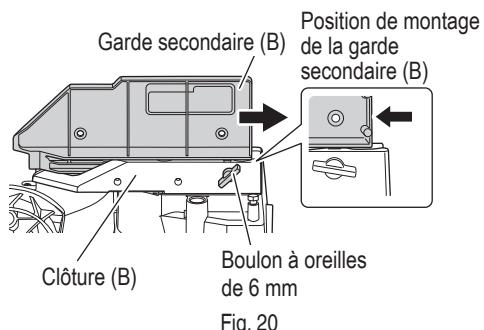

Fig. 20
**Lors d'une coupe d'angle en biseau gauche,** desserrer la vis papillon de 6 mm, puis faites glisser la garde secondaire (B) vers l'extérieur, comme le montre la Fig. 20.
**Le non-respect de cette consigne pourrait entraîner le corps principal ou la lame de la scie d'entrer en contact avec la garde secondaire (B) et causer des dommages.**
Dans le cas d'une coupe à angle direct et d'une coupe en biseau à droite, faire glisser vers l'intérieur jusqu'à la position où la garde secondaire (B) touche et la fixer avec une vis papillon de 6 mm. (Comme illustré sur la Fig. 20)
Lors du changement de l'angle de biseau à 45° à gauche, desserrer la vis papillon de 6 mm illustrée sur la Fig. 20 puis faire glisser la garde secondaire (B) vers l'extérieur et incliner la tête du moteur vers la gauche.